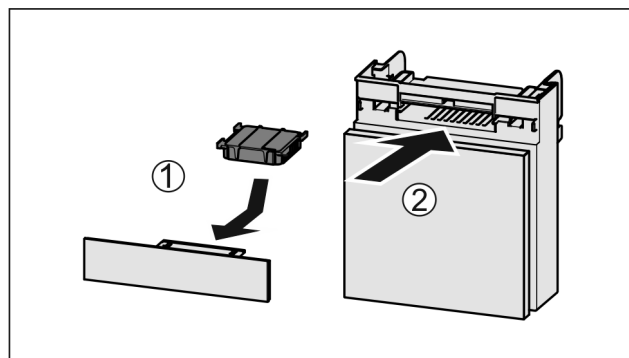

Fig. 115
- ▶ Insérer le filtre à charbon actif d'après le schéma Fig. 115 (1).
- ▶ Insérer le compartiment Fig. 115 (2).